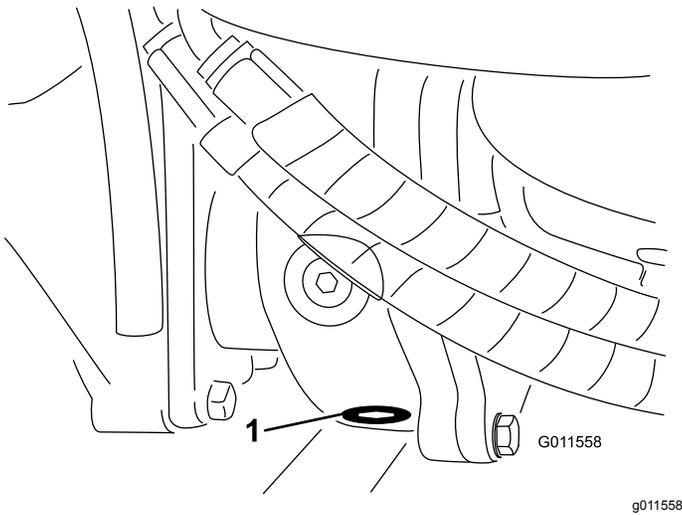

Figure 60
5. Nettoyez la surface autour du bouchon de vidange sur le côté du boîtier d'engrenages (Figure 60).